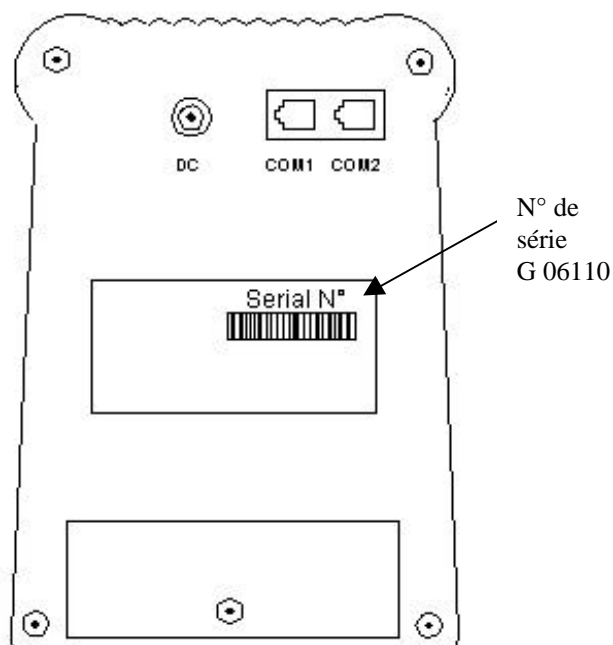

Figure 7. Numéro de Série du Lecteur
1. *L'inscription du numéro de série au dos du lecteur se repère comme indiqué dans la Figure 7.*
Rappel: *Le numéro à saisir est inscrit au dos du lecteur (voir Figure 7).*